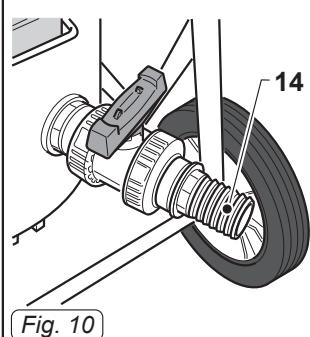

Fig. 10
- Collegare un tubo flessibile al bocchettonne di scarico da 1/4" (14 Fig. 10).